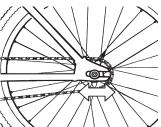

Рис. 24: Для изменения натяжения цепи следует двигать ось заднего колеса в дропаутах рамы.
2. Движением колеса за оси втулки (см. рис. 24) натяните цепь до необходимого уровня. Следите при этом, чтобы плоскость колеса оставалась параллельной продольной оси велосипеда;